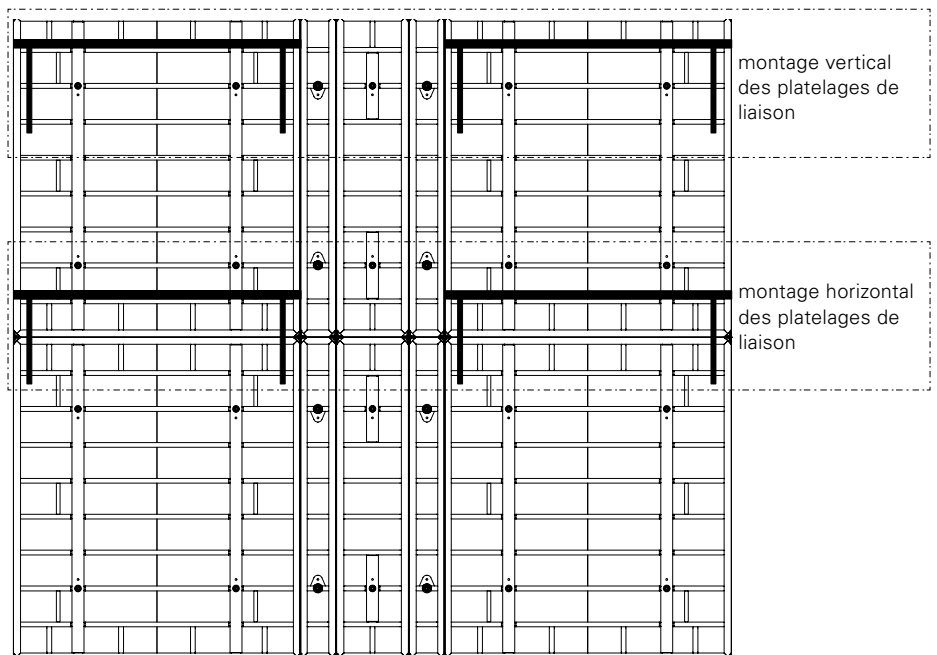

Fig. A7.02 (représentation schématique)
- Toutes les ceintures de plate-formes, sans la ceinture supérieure : montage du platelage de liaison sur un coffrage couché. (Fig. A7.02)
- La ceinture de plate-forme supérieure : montage du platelage de liaison sur un coffrage en position verticale. (Fig. A7.02)